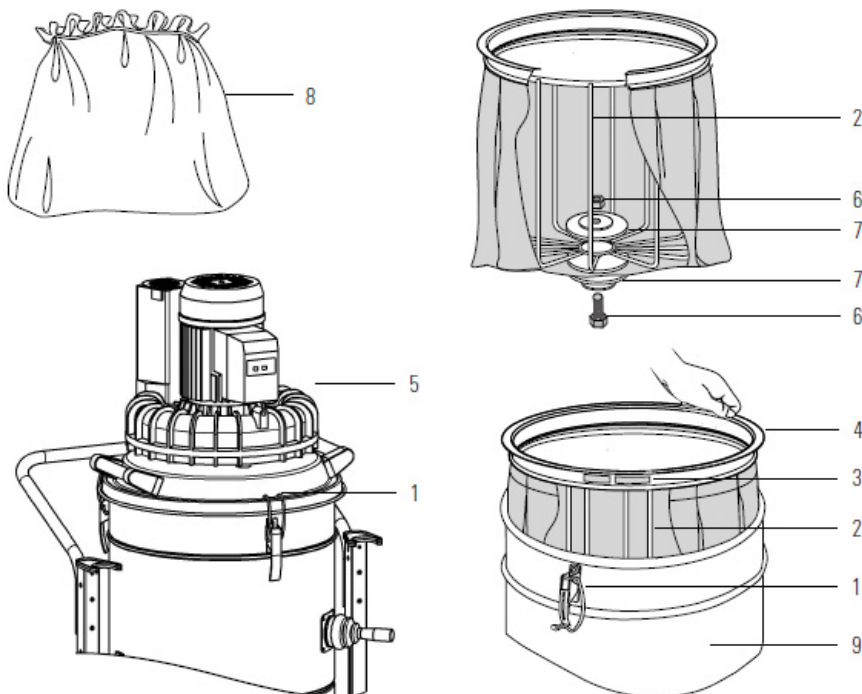

Abb.6-2: Austausch des Filters
- Die Haken des oberen Tanks lösen (Pos. 1, Abb. 6-2)
- Entfernen Sie den Staubsaugerkopf (Pos. 5, Abb. 6-2)
- Entfernen Sie den Filter und das Befestigungsband (Pos. 3, Abb. 6-2)
- Entfernen Sie den Dichtungsring (Pos. 4, Abb. 6-2)
- Schrauben Sie den Bolzen ab (Pos. 6, Abb. 6-2)
- Entfernen Sie den Korb (Pos. 2, Abb. 6-2) und die Unterlegscheiben (Pos. 7, Abb. 6-2)
- Um eine höhere Filterleistung zu gewährleisten und den Hauptfilter vor Staub zu schützen, befestigen Sie den Polycarbonatfilter (Pos. 8, Abb. 6-2) an der Oberseite des Tanks (Pos. 9, Abb. 6-2). Er muss vor dem Einsetzen des Hauptfilters angebracht werden!